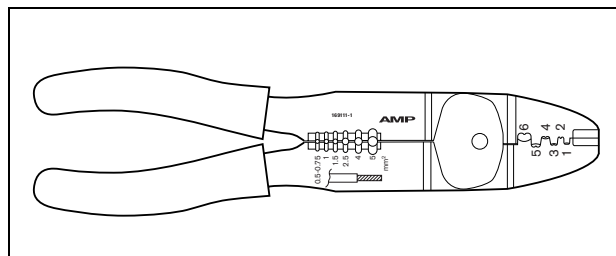

Abb. 19.10: Tyco-Zange AMP 169111-1
- Tyco-Zange AMP 169111-1 (siehe Abb. 19.10)